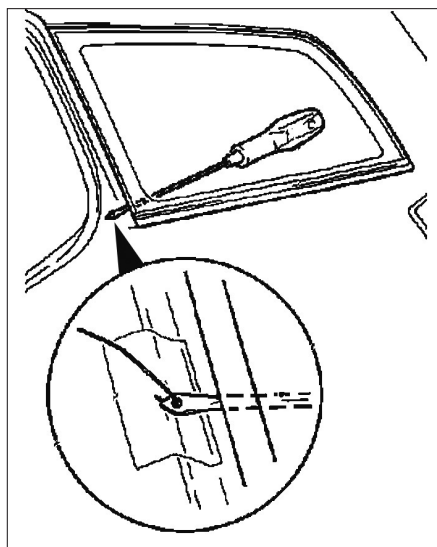

FIG. 80
- Chauffer l'alène et traverser le joint de colle de l'intérieur vers l'extérieur (fig. 80).